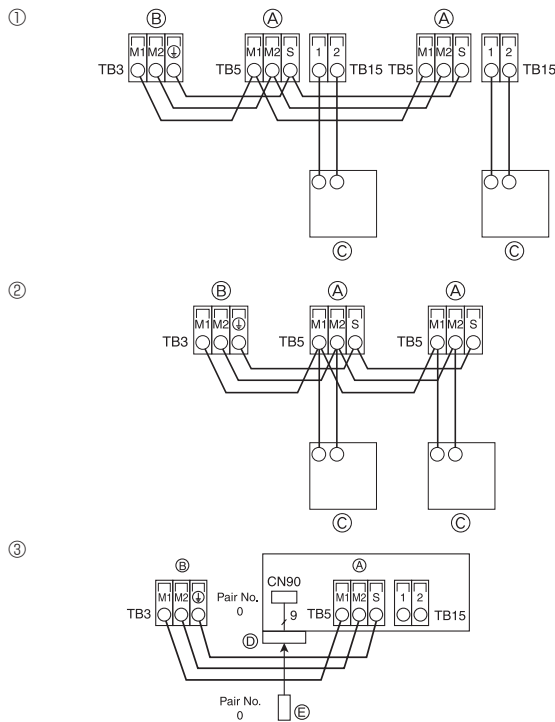

Fig. 4-8
4.4. Conectar los cables de transmisión del mando a distancia y de las unidades interior y exterior (Fig. 4-8)
- ① Mando a distancia MA
- ② Mando a distancia M-NET
- ③ Mando a distancia inalámbrico (al instalar el receptor de señales inalámbricas)